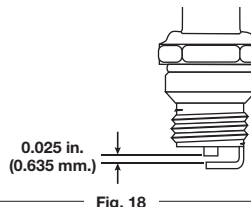

Fig. 18
4. Use un calibrador de hoja para ajustar la abertura de la bujía a **0.025 pulgadas (0.635 mm)** (Fig. 18).